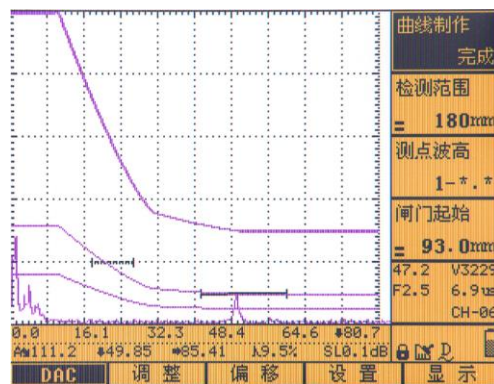

图 4.10
4、选择完成所有测试点后, 选择“曲线制作”子菜单, 单击【确认】键, 完成 DAC 曲线制作。在屏幕上同时显示出判废线、定量线和评定线, 共三条 DAC 曲线, 如图 4.10 所示。